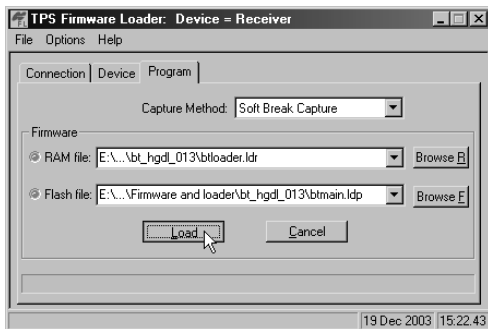

Figura 4-23. Valores de la Pestaña Program
3. Seleccione la pestaña **Program** y defina el *Capture Method* (Método de Captura) como Soft Break Capture (Captura de Interrupción Suave) (recomendado) (Figura 4-23).
4. Busque y seleccione el archivo RAM y el archivo Flash del módulo Bluetooth (Figura 4-23).